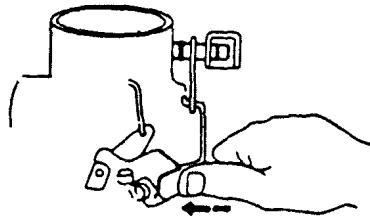

图 1-5
7. 组合后，需检查零部件之间的工作情况，并检查装锁部位，见图 1-5。